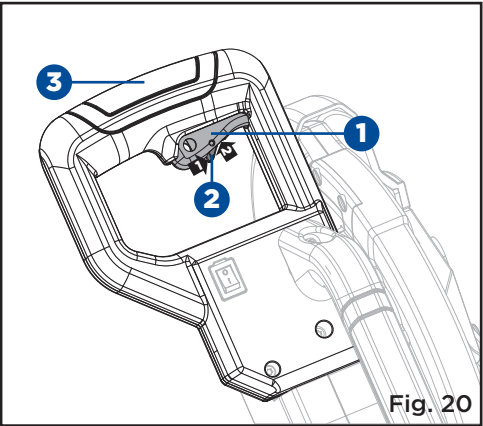

Fig. 20
**INTERRUPTEUR À DÉTENTE (Fig. 20)**